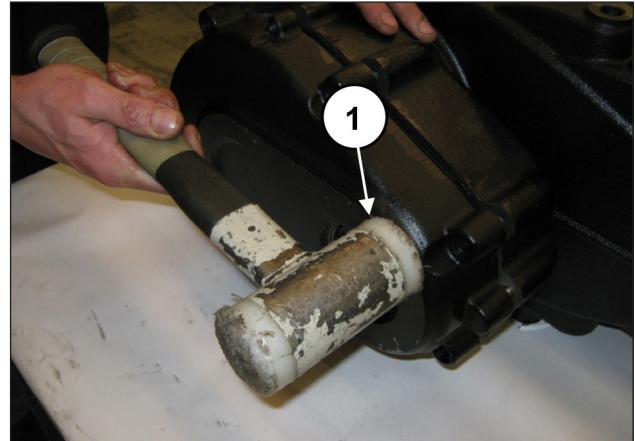
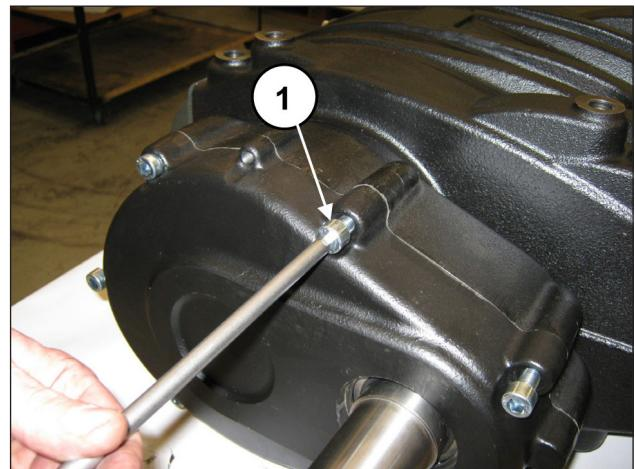

Abb. 87
Abb. 88
Montieren Sie den Getriebedeckel mit dem Schlagwerk (Pos. ①, Abb. 87) und befestigen Sie den Deckel anhand von 7 Schrauben M10x40 (Pos. ①, Abb. 88). Achten Sie hierbei besonders auf die vorschriftsmäßige Paarung der beiden Lagerelemente 40x90x23. Eichen Sie die Schrauben mit einem Drehmomentschlüssel, wie in Kapitel 3 gezeigt.